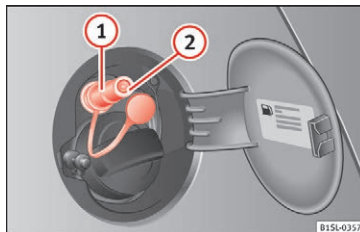

Fig. 167 Åben tankklap: gaspåfyldningsstuds ①, pakring til påfyldningsstuds ②
- Åbn gaspåfyldningsstudsene »» **Fig. 167** ①.